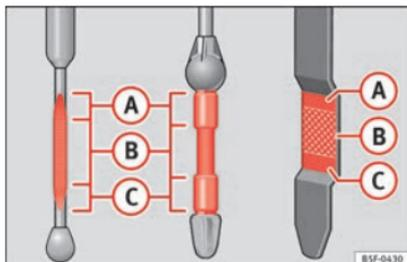

Fig. 241 Jauge d'huile moteur
– Puis retirez-la à nouveau et vérifiez le niveau d'huile » fig. 241. Faites l'appoint d'huile moteur si nécessaire.